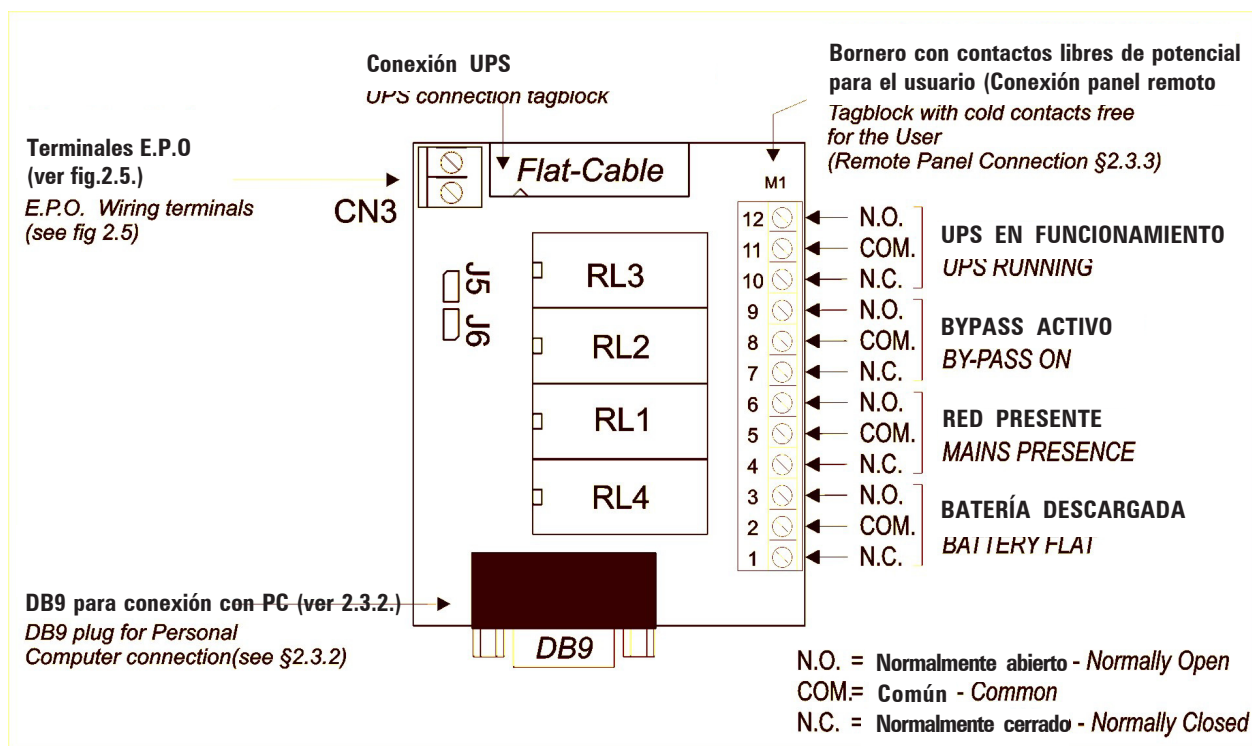

Fig. 2.8 - Esquema de conexión de la tarjeta de señalización con relés /
- 1) Proceed to wire-connect as shown on the diagram of Fig. 2.8.
- 2) Conectar a la barra de tierra "15" del SAI (fig. 2.8). Para dicha conexión utilizar un cable de sección 6 mm².
- 3) Conectar el cable del panel de distribución de entrada (fig. 2.8) a los siguientes terminales del SAI:
- 2) Connect the ground lead to the "PE" bar of the UPS (Fig. 2.8). To ground connect use a 6 sq.mm. section cable.
- 3) Connect the mains voltage lead (see Fig. 2.8) to the following UPS terminals: